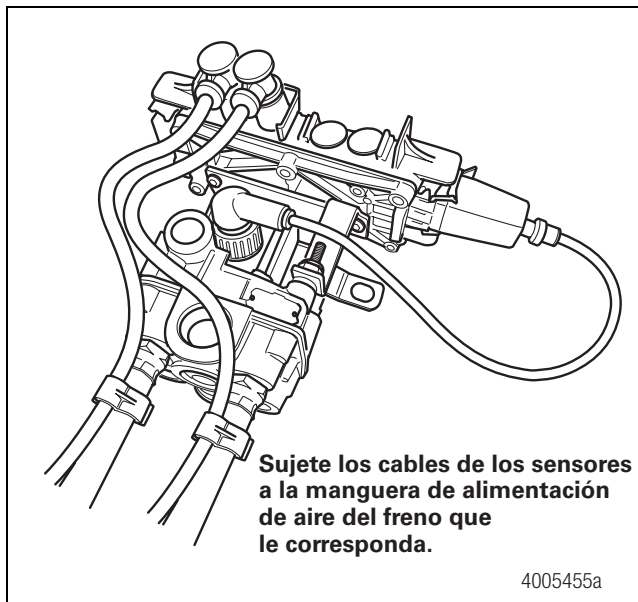

Figura 7
8. Permita una holgura para crear un alivio de tensión para proteger los terminales de conexión de la extensión del sensor. Sin el alivio de tensión, los saltos y las vibraciones normales del remolque harán que los terminales se separen y se aflojen. Use amarres o sujetadores para fijar el cable a la manguera de aire lo más cerca posible a la conexión. Figura 7.